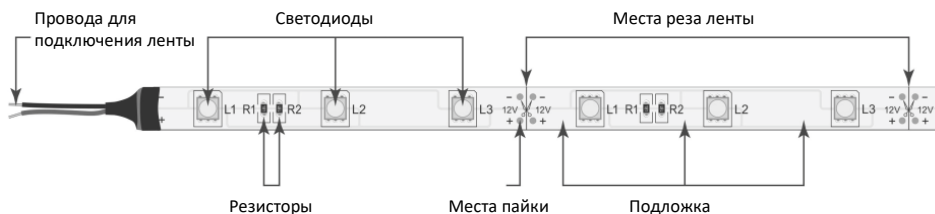
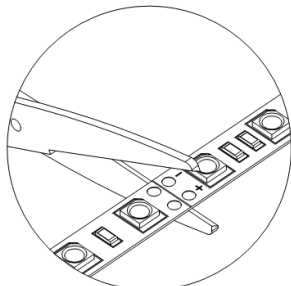

Рисунок 1. Внешний вид светодиодной ленты Geniled (на примере 60SMD5050).
Рисунок 2.
- 5.3. Определите необходимую длину ленты. Ленту рекомендуется разрезать¹ ножницами между контактными площадками для пайки. Места для резки промаркированы (см. Рисунок 1 и рисунок 2). Не допускается резка ленты в других местах.